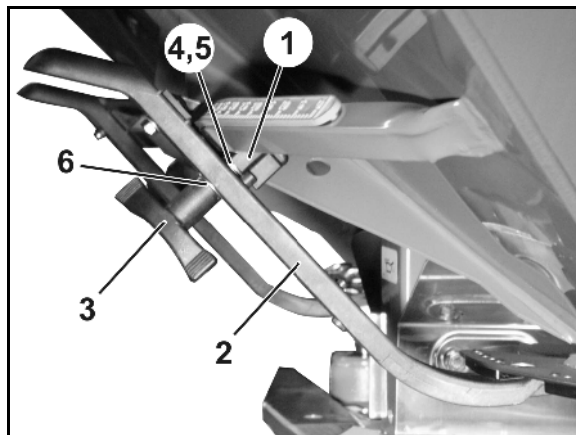

Fig. 83
6. Klemmemekanismen (Fig. 83/1) for stillespaken (Fig. 83/2) skal monteres på følgende måte:
- 6.1 Skru av vingemutteren (Fig. 83/3).
- 6.2 Ta ut skruen, og bytt om på de to underlagsskivene (Fig. 83/4) fra bak (Fig. 83/5) til foran (Fig. 83/6).